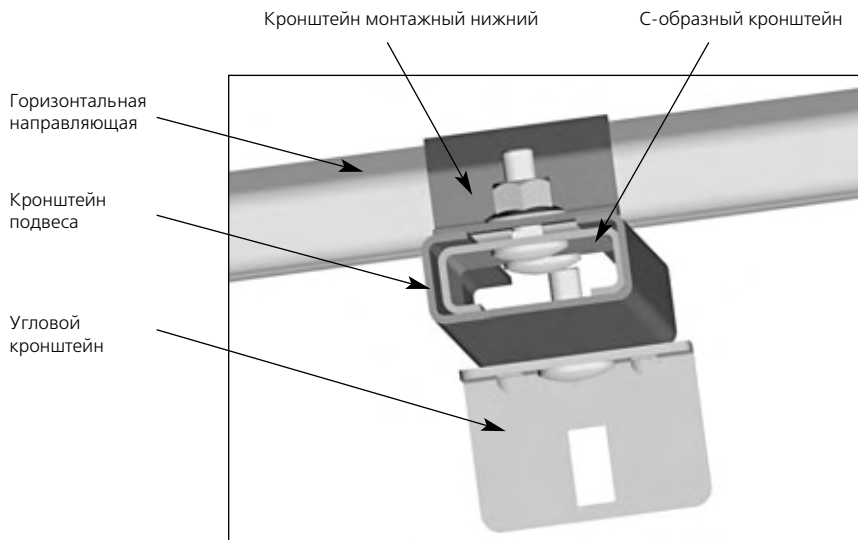

Рис. 20. Подвес передний. Вид снизу
- 3)** Установить кронштейн подвеса, как показано на рис. 20. Полки его должны располагаться между горизонтальной направляющей и С-образным кронштейном. Кронштейн подвеса должен выступать из С-образного кронштейна на длину, достаточную для установки углового кронштейна крепления подвеса к потолку. Гайки болтов затянуть с усилием, обеспечивающим удержание кронштейна подвеса на весу.
- 4)** Закрепить к кронштейну подвеса угловой кронштейн при помощи болта М8х25 с полукруглой головкой и гайки с буртиком (рис. 20).